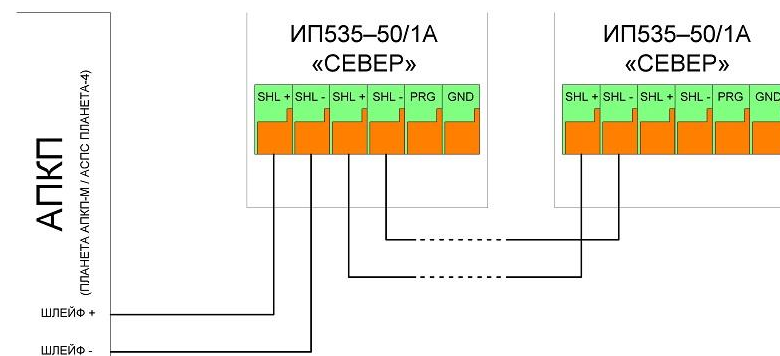

Рис.2. Схема подключения извещателей в адресный шлейф
- 2.9. Изменение адреса извещателя осуществляется с помощью Программатора, либо через АПКП по схеме показанной на рис.2.
- 5.3. Подключите провода шлейфа через герметичные кабельные вводы к клеммам на плате извещателя согласно схеме приведенной на Рис.2